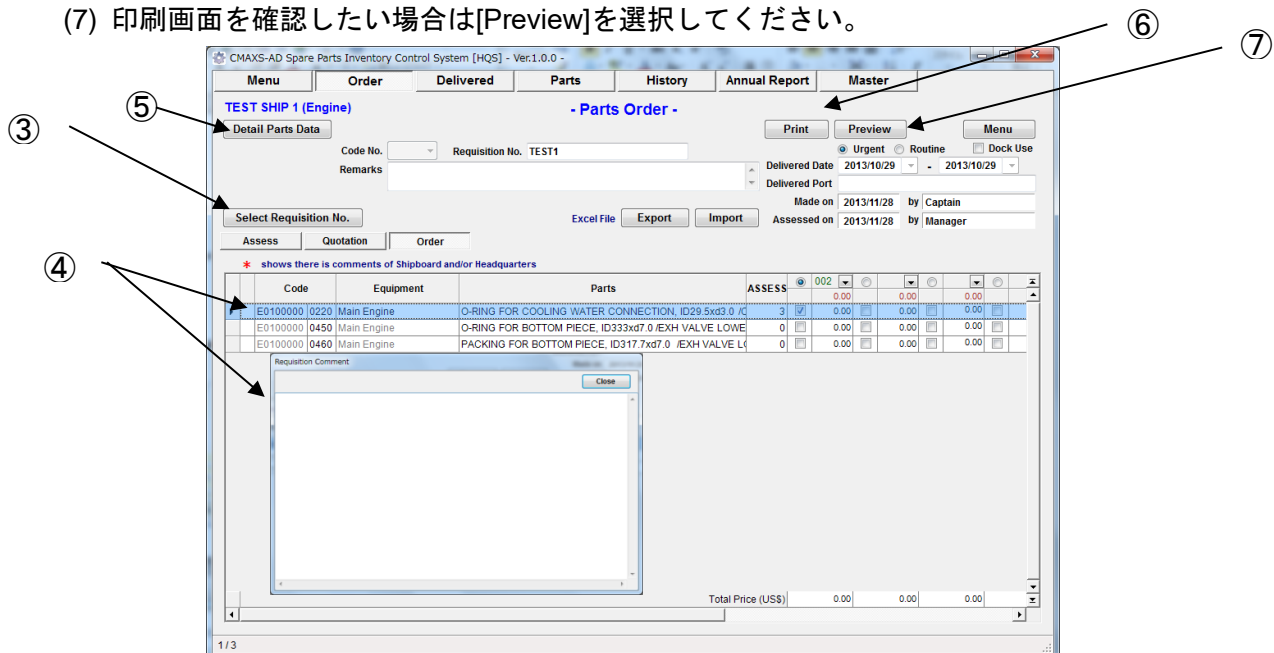

図 8-2 Order 画面
- (2) “Order 画面”(図 8-2)が表示されます。
- (3) 他のデータから見積書を作成したい場合は、[Requisition No.]を選択してください。
- (4) 本船よりコメントがある場合は [\*] マークが画面左端に表示されます。